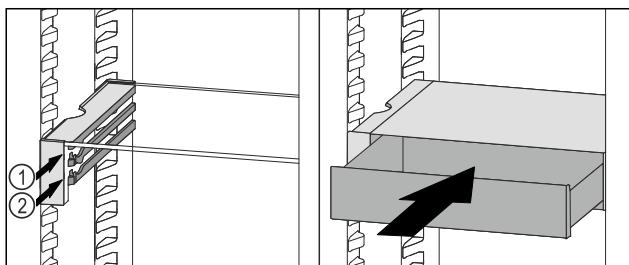

Fig. 121
- Stavite ladicu VarioSafe ukoso iza zaustavljača na željeni žlijeb Fig. 121 (1) ili Fig. 121 (2).